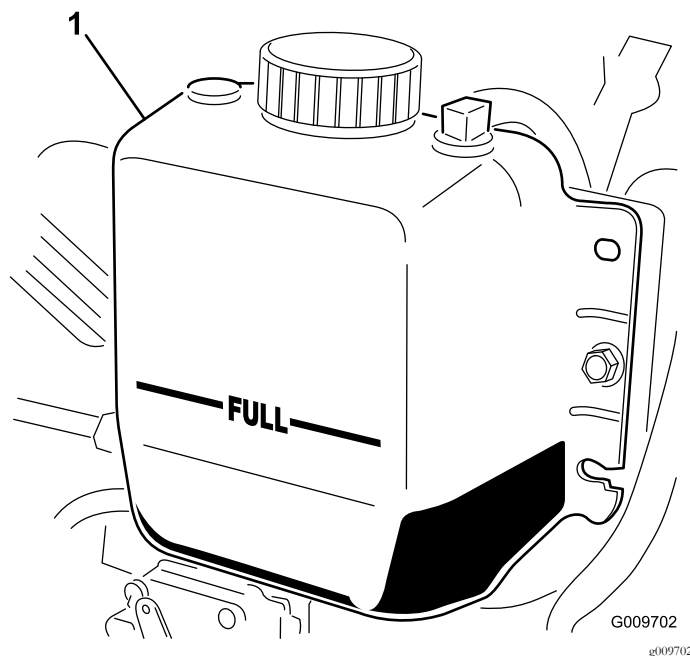

図 61
2. ラジエーター内部の液量を点検する。ラジエーターは補給口の首の部分まで、補助タンクはFULLマークまでであれば適正です 図 61。